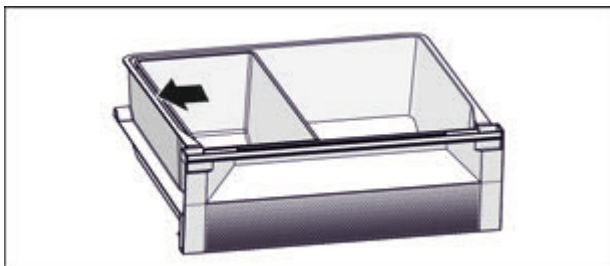

Fig. 6
- ▶ Позиціонувати ящик Fish & Seafood. Із зображеним положенням Ви отримуете оптимальну функцію охолодження (див. Fig. 6).